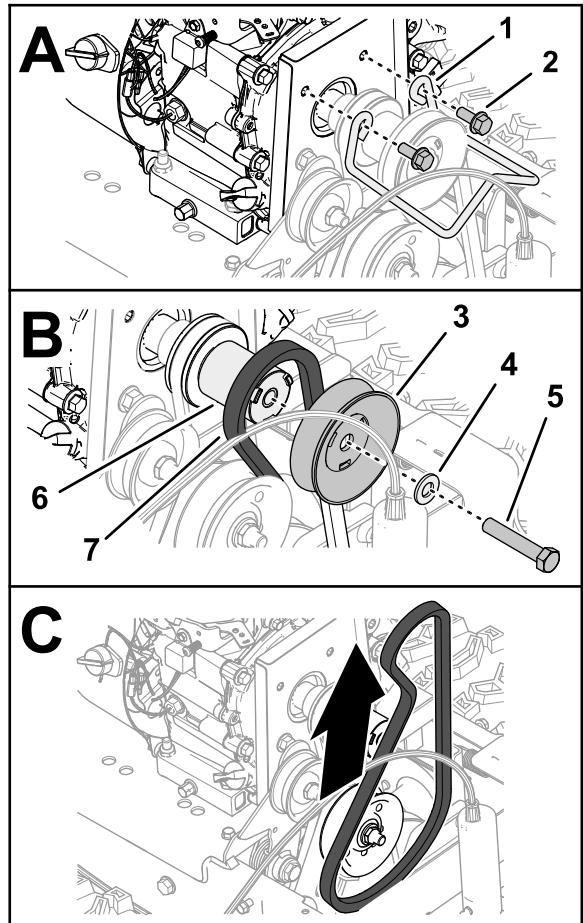

Figura 44
3. Retire los 2 tornillos con arandela prensada que sujetan la guía de la correa, y retire la guía del motor (Figura 44).
| 4. Retire el tornillo (3/8" x 2") y la arandela que sujetan la polea motriz del cepillo al cigüeñal del motor, y retire la polea (Figura 44). | |